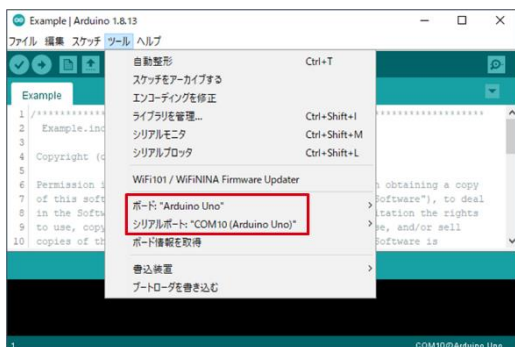

Figure 4. ボード・シリアルポート設定
1. [ツール] のボードを "Arduino Uno"、シリアルポートを "COMxx (Arduino Uno)" \*3 に設定 (Figure 4)